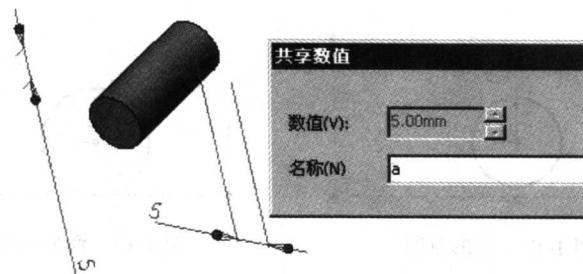

图 1-16 共享数值对话框
(5) 建立数值连结。在特征管理器中用鼠标右键单击“注解”，在弹出的菜单中选择“显示特征尺寸”，在绘图区中选择两个尺寸值 5，选择时按住 $<\text{Ctrl}>$ 键，并用鼠标右键单击尺寸值，在弹出的快捷菜单中选择“数值连结”，弹出“共享数值”对话框，在名称栏中输入 a，如图 1-16 所示，单击【确定】按钮。
(6) 线性阵列。单击特征工具栏上的“线性阵列”图标按钮, 弹出“阵列(线性)1”属性管理器，在属性管理器中选择方向 1，在绘图区中选择直线尺寸 5，在属性管理器中输入距离为 10，阵列数为 10 个，在“要阵列的特征”选项下，在绘图区中选择扫描 1，在属